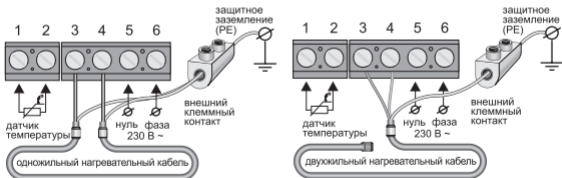

Рис. 3
Выводы нагревательной секции, мата или иного нагревателя подключаются к клеммам **3** и **4**; вывод экранирующей оплетки – к линии защитного заземления (PE) через внешний клеммный контакт (не входит в комплект поставки) (рис. 3).